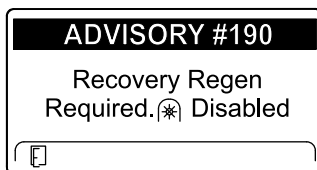

Bild 55
- Recovery regeneration required – power takeoff disabled ADVISORY #190 (Bild 55)